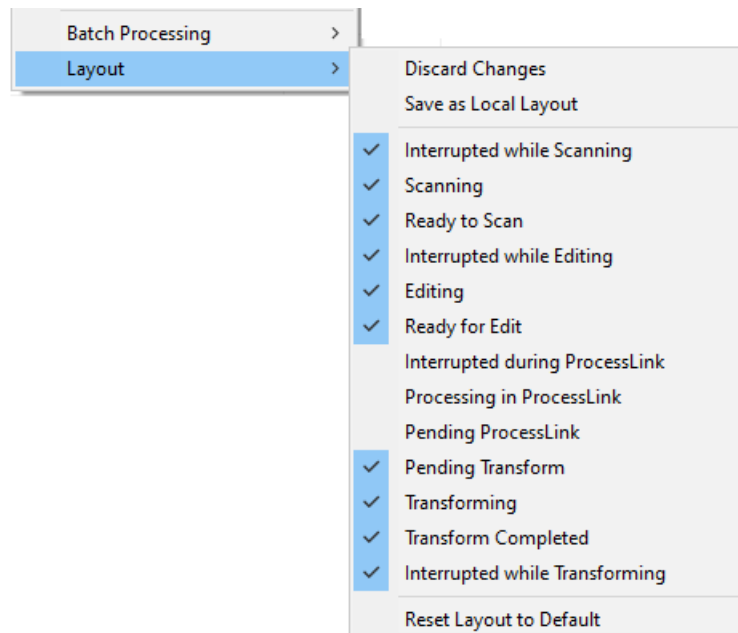

Abbildung 2-27: Layout-Optionen
4. Sobald die Sperre aufgehoben ist, können Sie das Layout der Stapelwarteschlangen nach Belieben anpassen. Aktivieren oder deaktivieren Sie außerdem die Warteschlangen, die Sie anzeigen möchten (Abbildung 2-27).